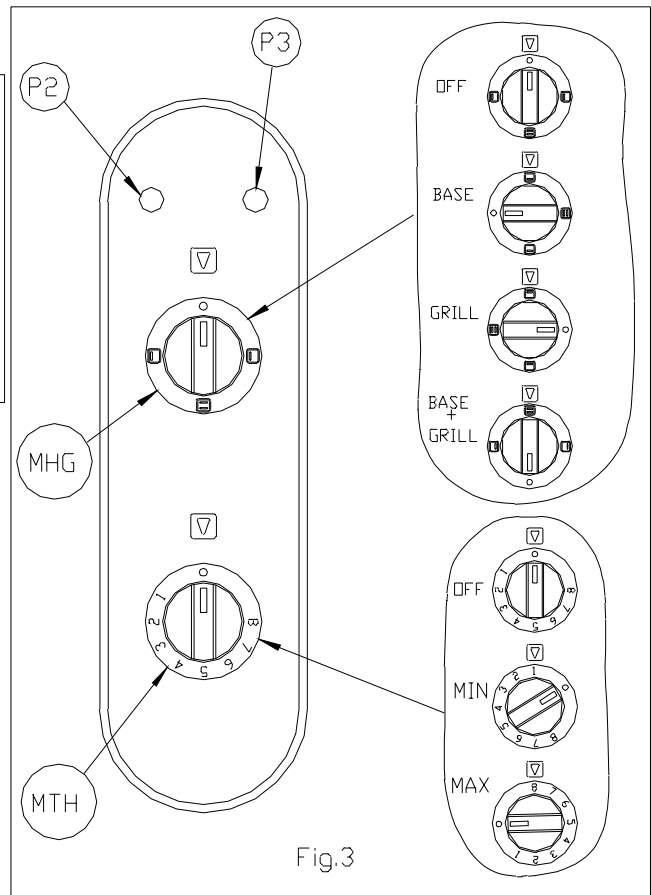

Fig.3
- a) Una vez decidido el sistema de calentamiento (Fig. 3) girar el mando “MHG” hasta la posición elegida. En ese momento se encenderá el piloto “P2” (color verde) indicándonos que el horno está preparado para funcionar.